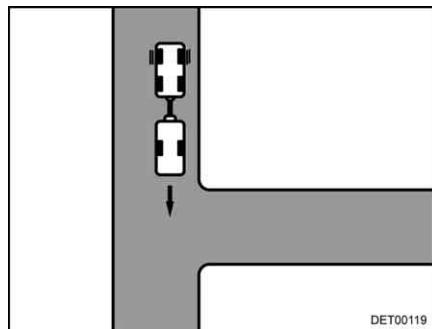

Bild 13 Anfahrt
- So weit an die Einfahrt fahren, bis das Heck des Caravans etwa auf der Höhe der Einfahrt ist (Bild 13).